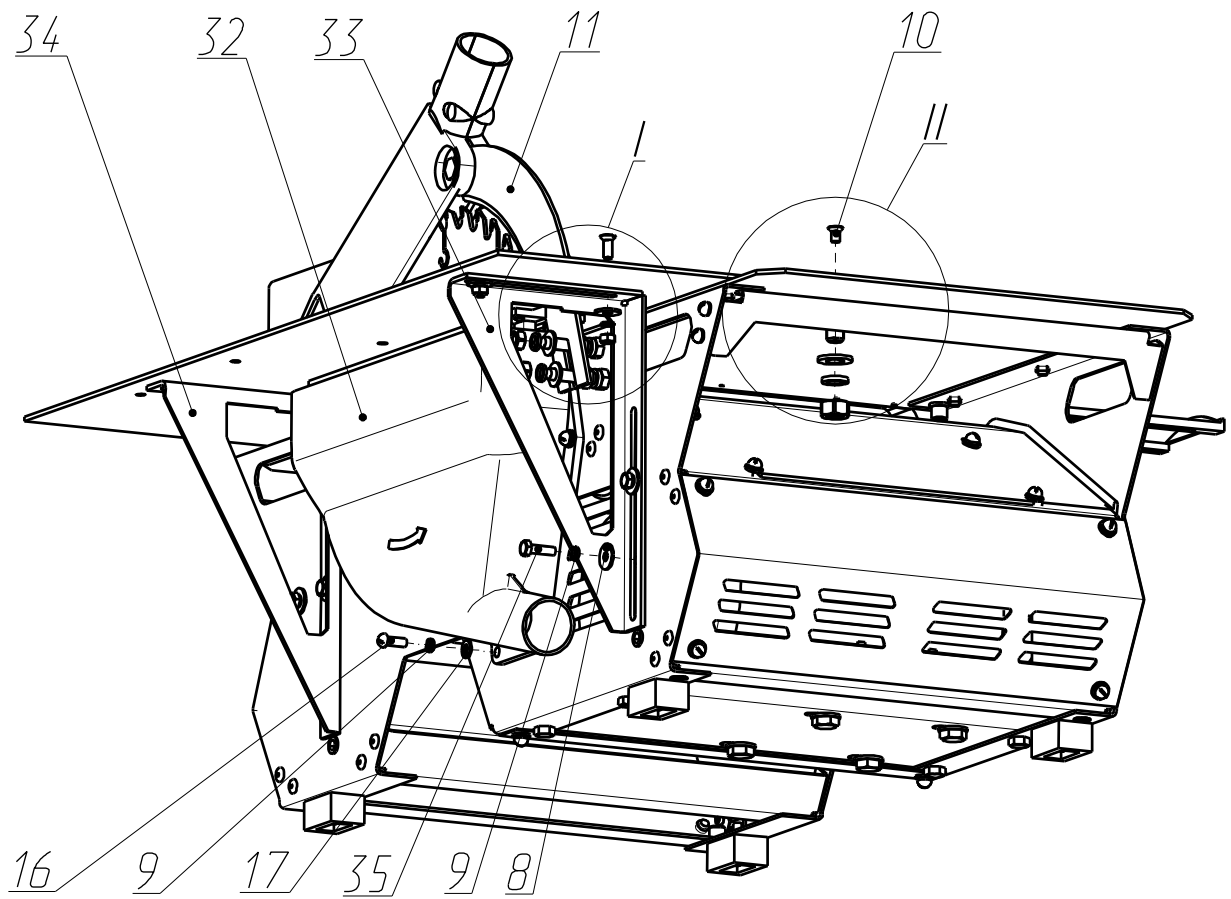

Рисунок 4
Рисунок 4а
Рисунок 4б
Рисунок 4в
На одном конце барабана на шпонке установлен ведомый шкив **82**. Фиксация шкива от осевого перемещения осуществляется с помощью винта. На другом конце барабана выполнена резьба, для установки на него шайбы **39**, диска пильного **37** и гайки **41** (**рисунок 4в**).
Плита пильная **2** крепится к опорам **33** и **34**, устанавливаемых на боковую стенку механизма привода **1** при помощи болтов **35** с шайбами **8** и **9** (**рисунок 4**).
- установить на торцовую часть барабана **62** шайбу **39**, на шайбу установить диск пильный **37**, соблюдая направление его вращения со стрелкой расположенной на кожухе **32** и закрепить его гайкой **41** при помощи шаблона **36**, предварительно застопорив строгальный барабан от вращения (рисунок 4в);
- установить кожух **32** и закрепить его винтами **16** с шайбами **9** и **17** (рисунок 4);